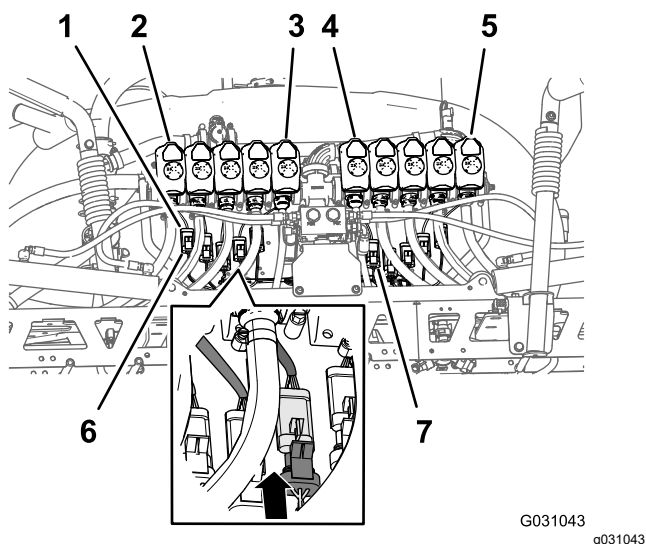

Рисунок 106
- Проложите 3-гнездовые разъемы с маркировкой от **Nozzle Valve 1** (Клапан сопла 1) по **Nozzle Valve 5** (Клапан сопла 5) ответвления длиной 203 см жгута проводов в сторону задней части опоры крепления 10 клапанов и под клапанами сопел с 1 по 5 (Рисунок 106).
- Проложите 3-гнездовые разъемы с маркировкой от **Nozzle Valve 6** (Клапан сопла 6) по **Nozzle Valve 10** (Клапан сопла 10) ответвления жгута проводов длиной 203 см в сторону задней части опоры крепления 10 клапанов и под клапанами сопел с 6 по 10 (Рисунок 106).
- Подсоедините 3-гнездовой разъем с маркировкой **Nozzle 1** (Сопло 1) заднего жгута проводов к 3-штыревому разъему жгута проводов клапана сопла 1 (Рисунок 106).
- Повторите пункт 3 для клапанов сопел с 2 по 10 (Рисунок 106).